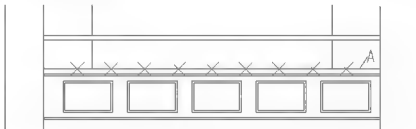
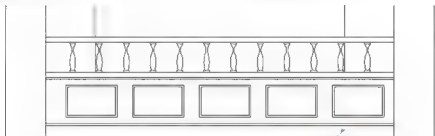

图 5.24 用点将 A 线等分为 10 份
图 5.27 定数等分插块
(1) 选择菜单栏中的【绘图】|【点】|【定数等分】命令，或在命令行输入“Div”后按 Enter 键，启动【定数等分】命令。
① 在选择要定数等分的对象：提示下，选择如图 5.24 所示的 A 线。
② 在输入线段数目或 [块(B)]: 提示下，输入“10”，表示用点将 A 线等分为 10 份，结果如图 5.24 所示。
(1) 选择菜单栏中的【绘图】|【点】|【定距等分】命令，或在命令行输入“Me”后按 Enter 键，启动【定距等分】命令。
- ① 在选择要定距等分的对象：提示下，单击图 5.24 中 A 线的左半部分，选择 A 线。
- ② 在指定线段长度或 [块(B)]: 提示下，输入“270”，表示从 A 线左边开始，用 270mm 的距离对 A 线进行测量，结果从 A 线左端点每 270mm 插入一个点。
(1) 使用【创建块】命令把“花瓶”制作成名为“花瓶”的图块，块的基点选择在“花瓶”最下部的中点部位。
(2) 选择菜单栏中的【绘图】|【点】|【定数等分】命令，或在命令行输入“Div”后按 Enter 键，启动【定数等分】命令。
- ① 在选择要定数等分的对象：提示下，选择如图 5.24 所示的 A 线。
- ② 在输入线段数目或 [块(B)]: 提示下，输入“B”，表示用块进行定数等分。
- ③ 在输入要插入的块名：提示下，输入“花瓶”以确定块的名称。
- ④ 在是否对齐块和对象？[是(Y)/否(N)] <Y>：提示下，输入“Y”，表示块与被等分对象是对齐的。
- ⑤ 在输入线段数目：提示下，输入“13”，结果如图 5.27 所示。